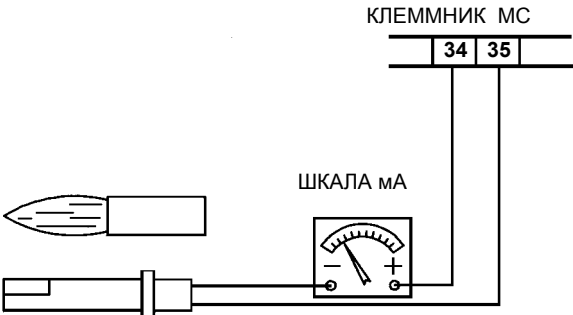

Рис. 16
- проверка и тщательная чистка фоторезистора улавливания пламени, при необходимости заменить его. В случае возникновения сомнения, проверить контур контроля пламени, после повторного запуска горелки, согласно схеме на Рис. 16;
Для измерения сигнала улавливания пламени, следовать схеме на Рис. 16.